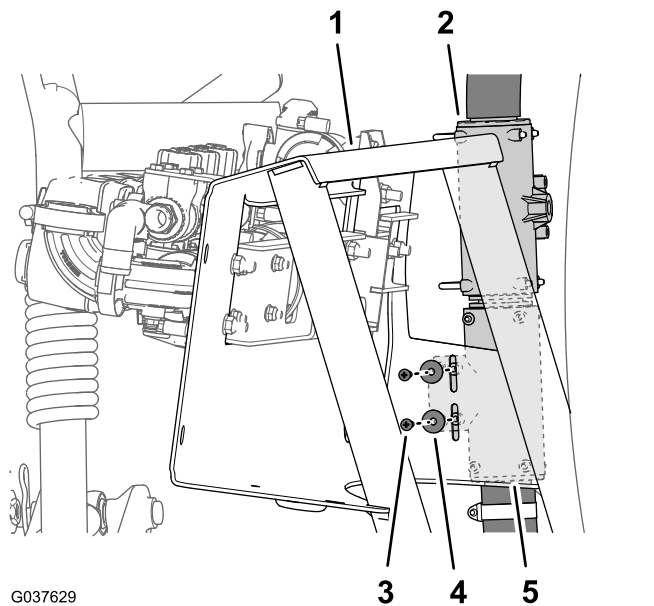

Figura 51
4. Allineate i fori nel raccordo a T inferiore con le scanalature nel supporto delle valvole (Figura 51).